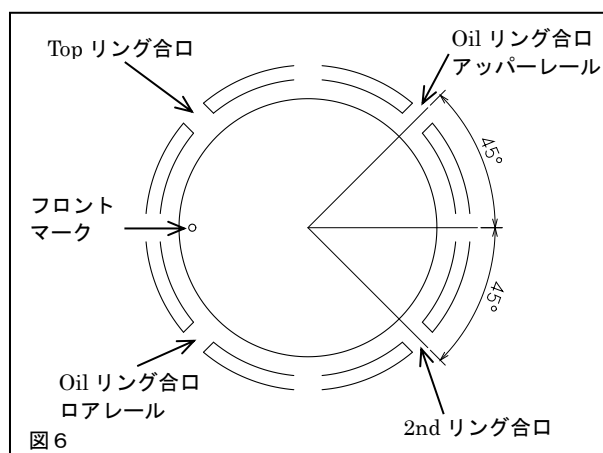

図6
5. 3 図6のようにピストンリングの合い口が重ならないように、位置を合わせてください。